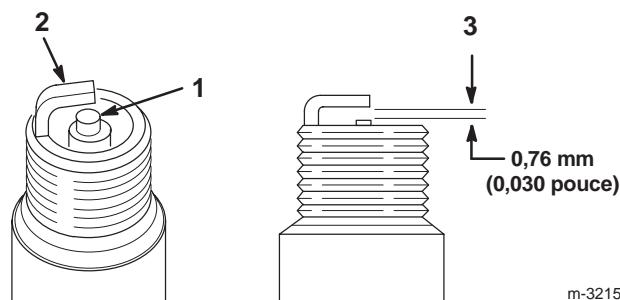

Figure 45
- Inspectez le centre des bougies (Fig. 45). Si le bec de l'isolateur est recouvert d'un léger dépôt gris ou brun, le moteur fonctionne correctement. S'il est couvert d'un dépôt noir, c'est généralement signe que le filtre à air est encrasé.
- Contrôlez l'écartement entre l'électrode centrale et l'électrode latérale (Fig. 45). Courbez l'électrode latérale (Fig. 45) si l'écartement est incorrect.